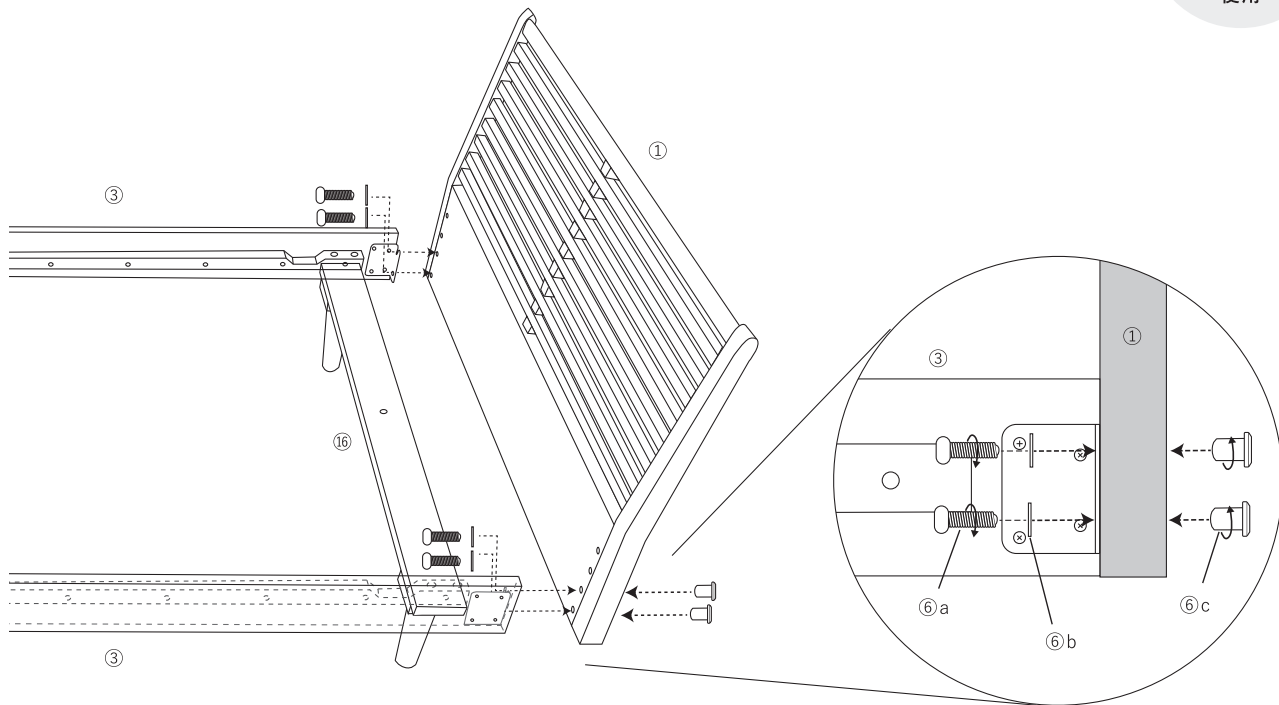

図1
①ヘッドボードの裏側から、⑥M8×30セットの⑥c 受けナットを差し入れます。(図1)